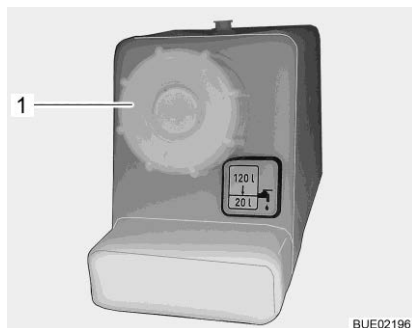

Fig. 191 Coperchio per bocchettone di riempimento dell'acqua potabile
- Ruotare il coperchio (Fig. 191,1) in senso antiorario e rimuoverlo.